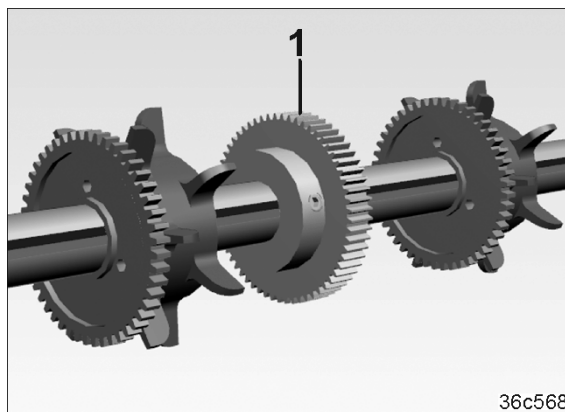

Fig. 252
8. Monter tannhjulet (Fig. 252/1) på bønnesåakselen.